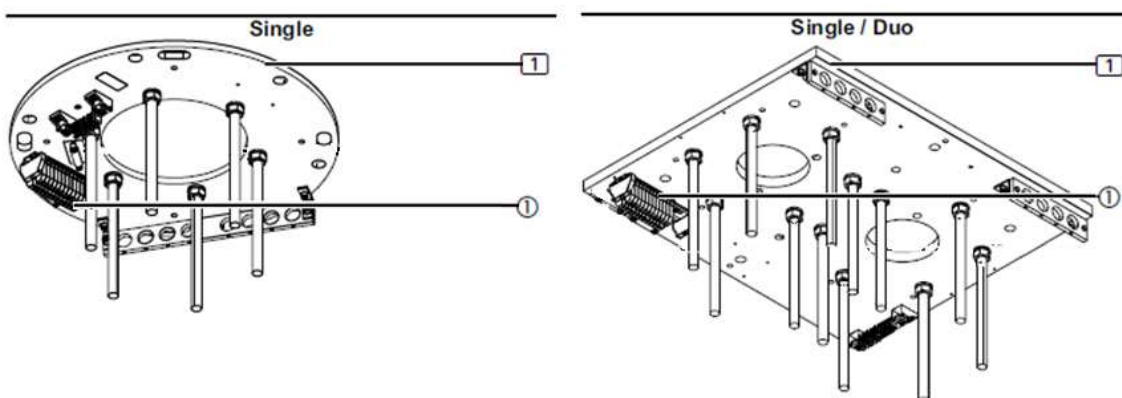

Abb. 25 Anschluss der Stromkabel an der Schnittstellenplatine
Abbildung 25 zeigt eine vereinfachte Darstellung der Schnittstellenplatine (1) ohne Verlängerungsarm und Kabel usw. Der Anschluss beginnt immer mit den Erdungskabeln des Geräts.